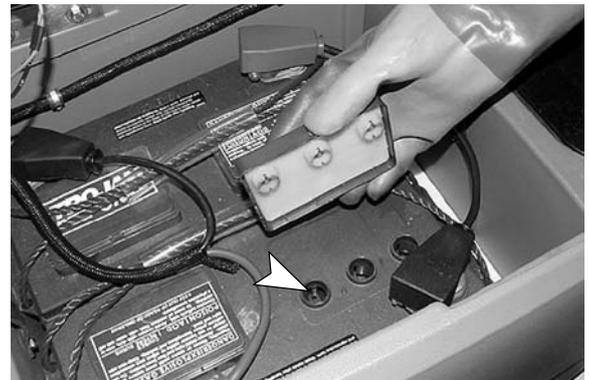

ABB. 62
- Während des Betriebs müssen sich die Wischblätter bei richtiger Einstellung der Rollen, wie angegeben, durchbiegen (Abbildung 62).